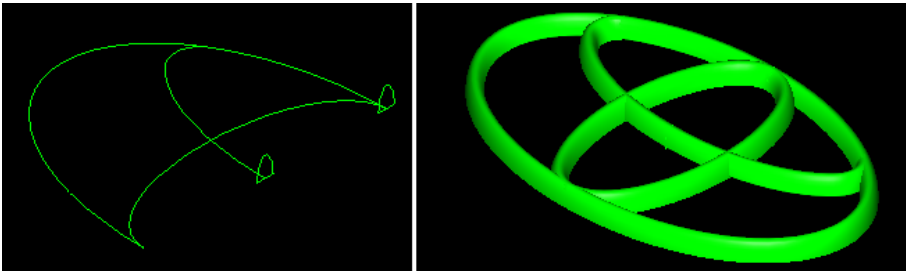

图 1-44 曲面挖槽的 CAD 建模
- 4) 在椭圆 3 和椭圆 1 之间选择“圆角”，半径：6，修整方式：N；然后选择“修剪延伸”、“两个物体”，修剪掉多余的曲线，如图 1-44 左图所示。
- 6) 在主菜单区单击“转换”“镜射”，选择 Y 轴作镜像轴，选择“全部图素”，生成整个曲面，如图 1-44 右图所示。